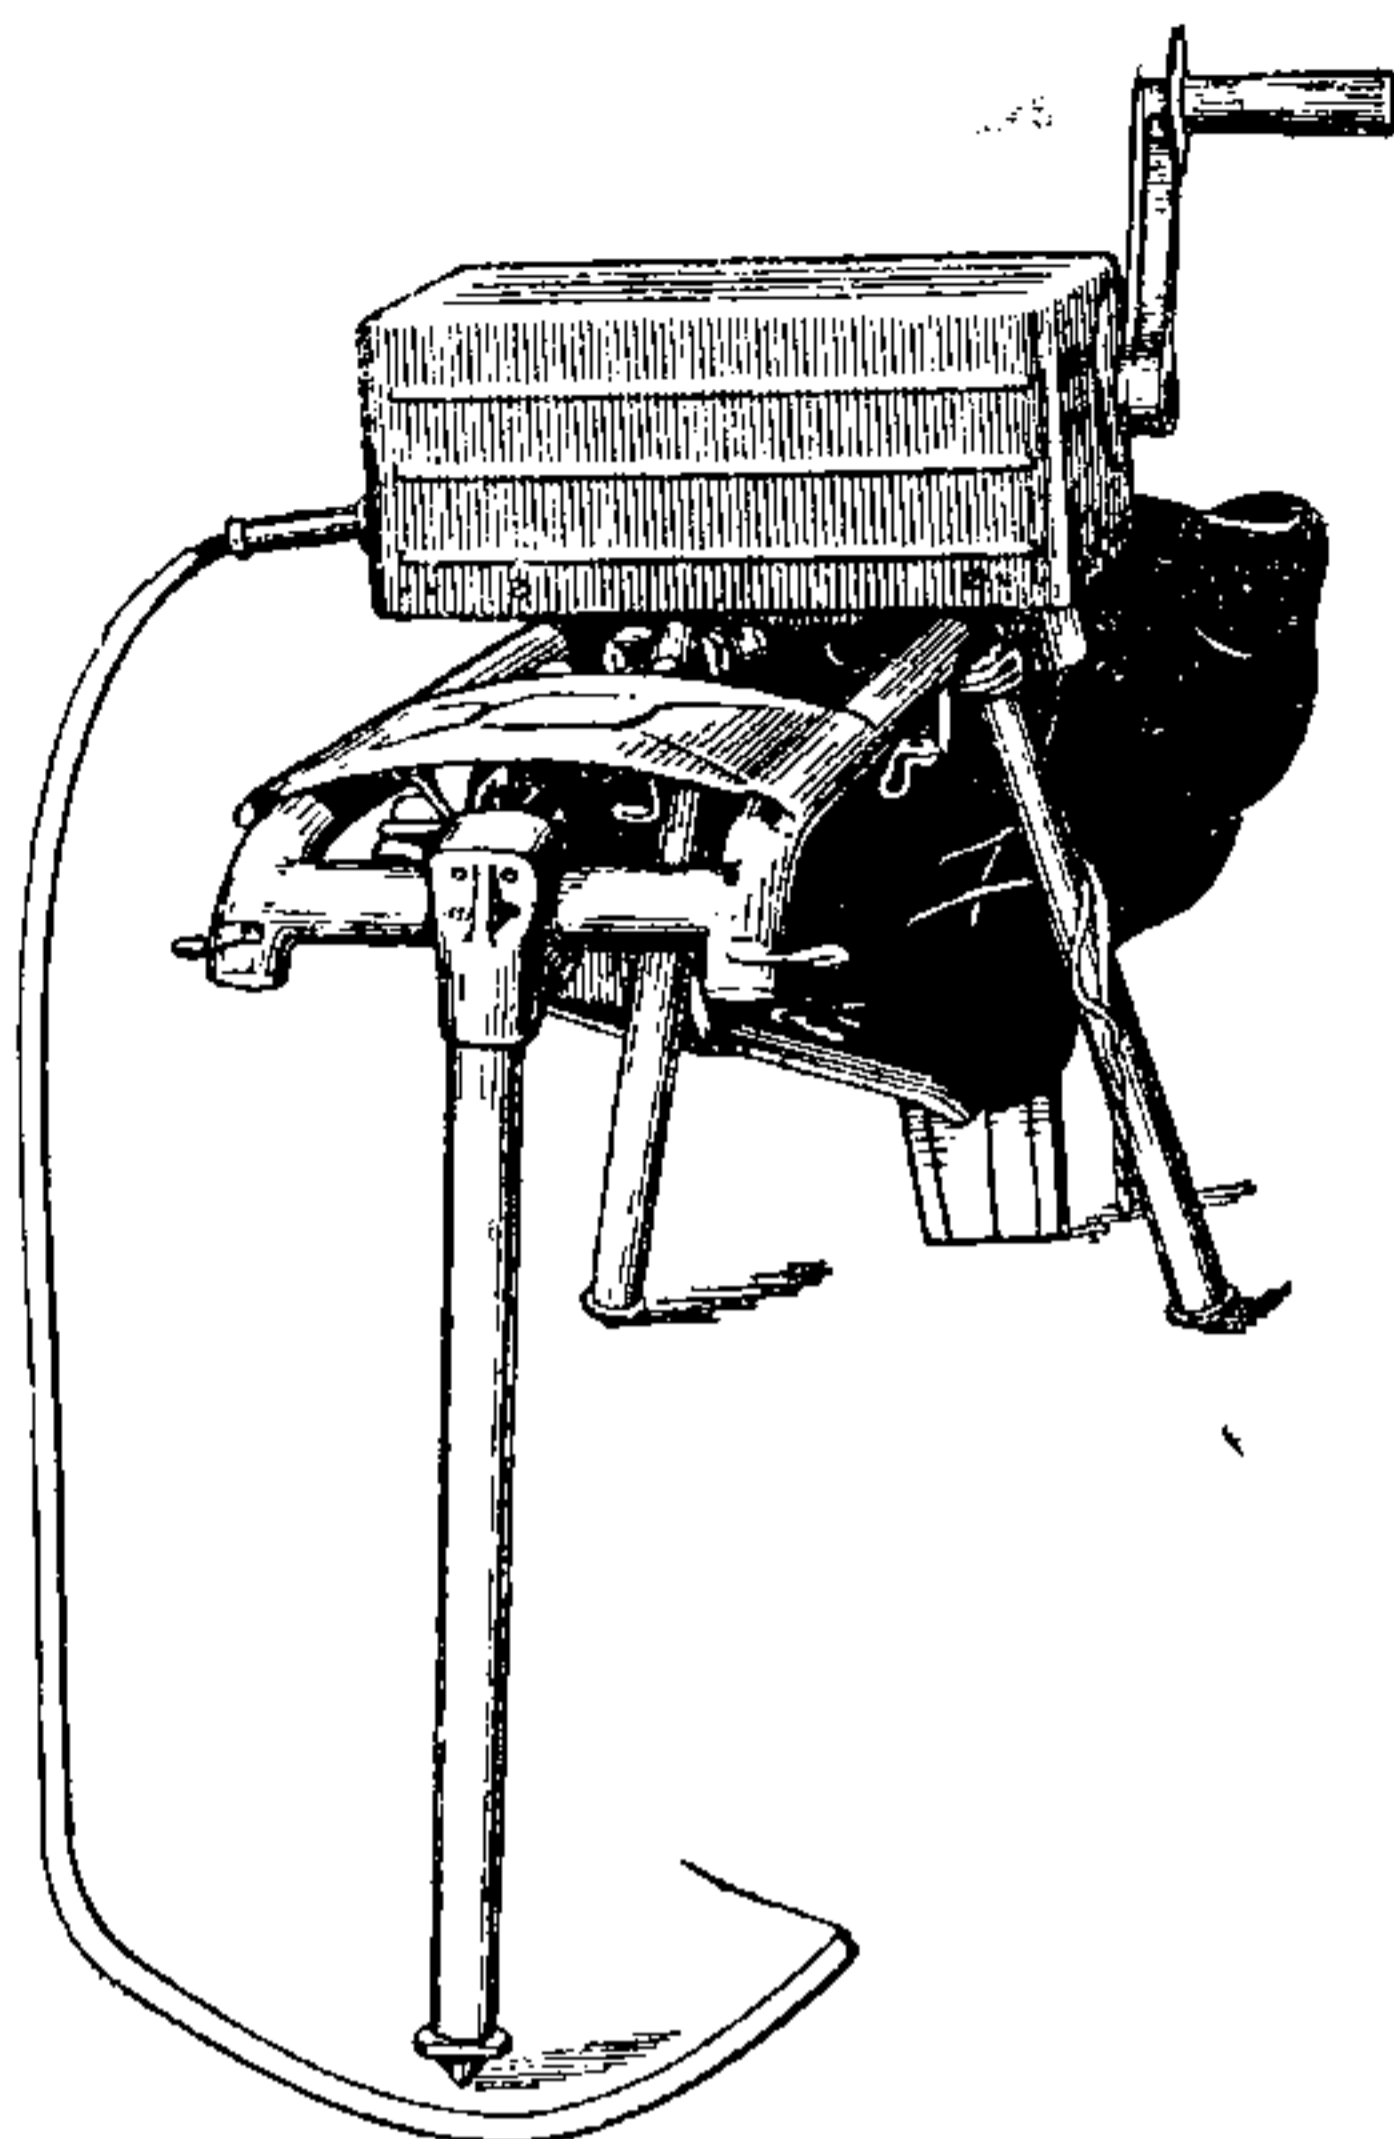

Рис. 48. Ручной динамопривод типа ДРП-1.
2. Ручной динамопривод типа ДРП-1 (рис. 48)